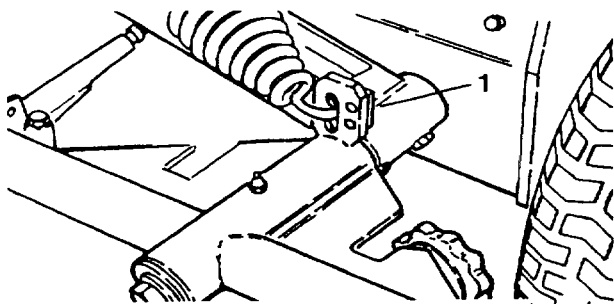

Figure 49
1. Accrocher une extrémité du ressort dans le second trou (à partir du bas) sur la patte de levage de l'unité de coupe (Fig. 49).